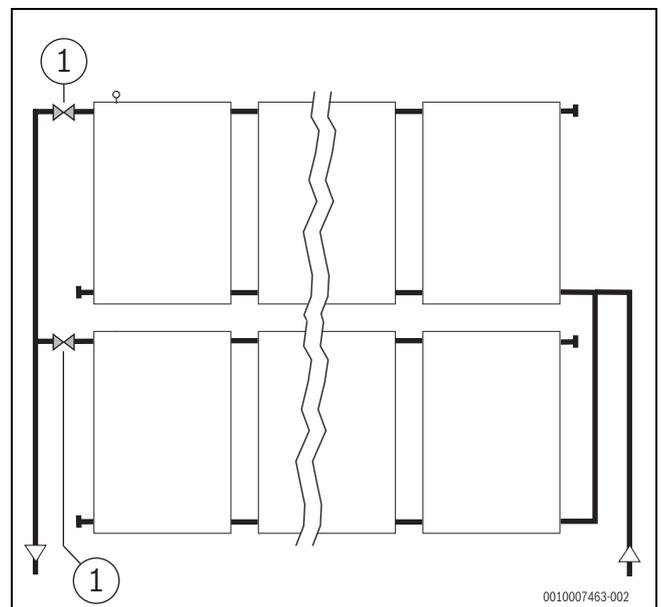

Bild 59 Spülen von parallel geschalteten Kollektorfeldern
- ▶ Im Vorlauf glykol- und temperaturbeständige Absperrarmaturen (→ Bild 59, [1]) montieren.